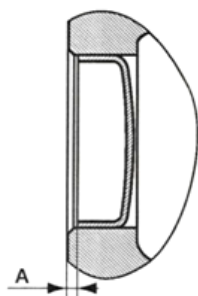

图7 碗形塞压装位置示意
8.9.4 在缸体后端面装封凸轮轴孔的碗形塞。装配时先在缸体孔和碗形塞外径圆周上均匀地涂厌氧胶，将碗形塞凸面朝向凸轮轴压入缸体孔内。碗形塞应低于缸体后端面，压入量  $A=1\text{ mm}\sim 2\text{ mm}$ (见图7)。如果碗形塞低于缸体后端面过多，会减少凸轮轴轴向间隙，造成凸轮轴损坏。